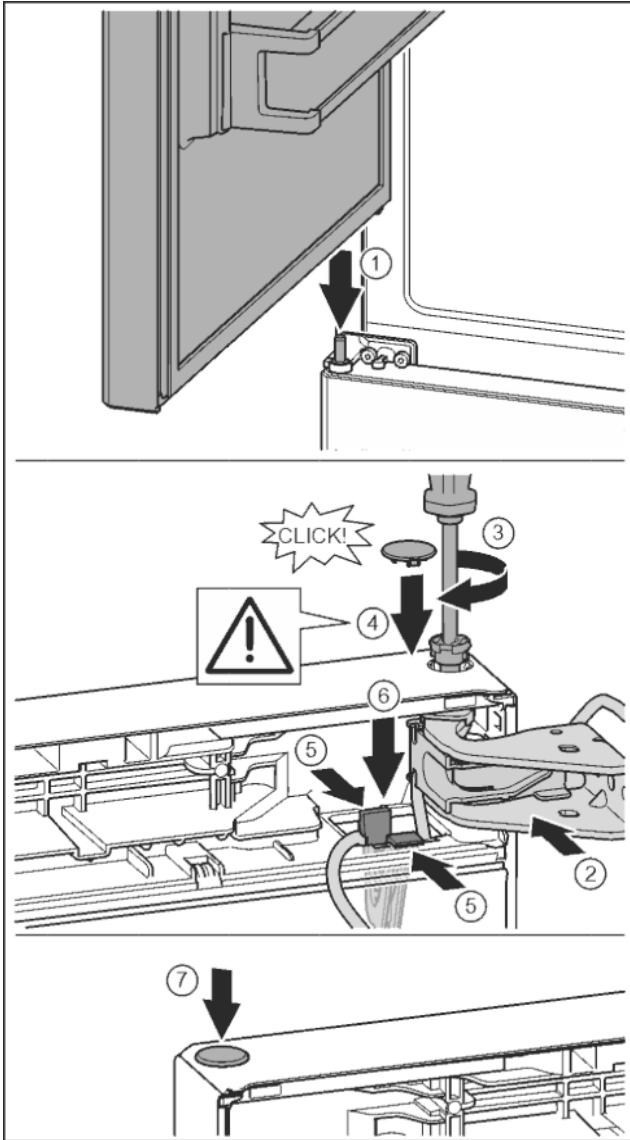

Fig. 37
- ▶ Obere Tür auf mittleren Lagerbolzen setzen *Fig. 37 (1)*
- ▶ Tür oben zur Öffnung im Lagerbock ausrichten. *Fig. 37 (2)*
- ▶ Bolzen einsetzen und mit Schraubendreher T15 festschrauben. *Fig. 37 (3)*
- ▶ Sicherungsabdeckung zur Sicherung der Tür montieren: Sicherungsabdeckung einsetzen und kontrollieren ob sie auf der Tür aufliegt. Ansonsten Bolzen vollständig einsetzen. *Fig. 37 (4)*
- ▶ Halter mit daran befestigtem Kabel in Öffnung einsetzen. Dabei muss die Lasche mit der längeren Öffnung nach vorne zeigen. *Fig. 37 (5)*
- ▶ Halter nach unten drücken bis die Lasche einrastet. *Fig. 37 (6)*
- ▶ Stopfen einsetzen. *Fig. 37 (7)*